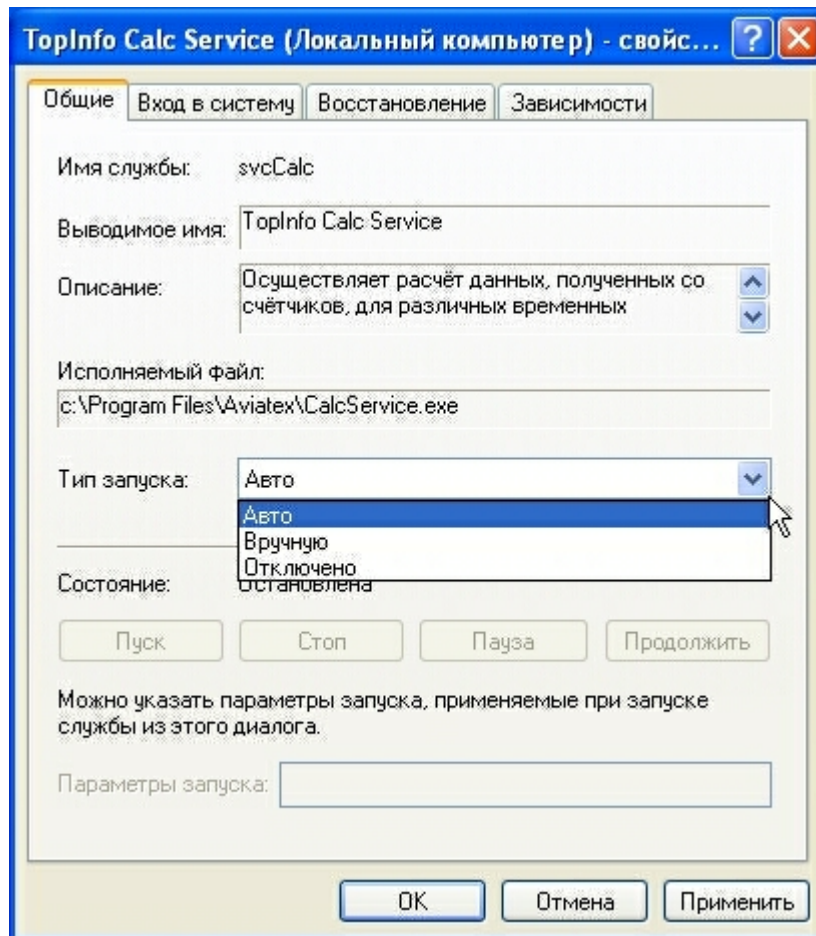

Рис. 4.23. Консоль управления «Службы». Настройка типа запуска сервиса
- 4.1) Тип запуска (см. Рис. 4.23) определяет, будет ли сервис запускаться автоматически при включении компьютера или нет.